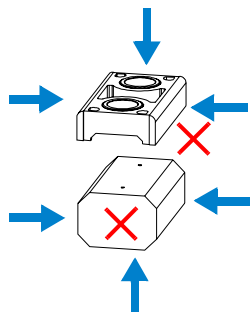

図 50 クォーツボディとセルシールアセンブリの正しい持ち方
- 6 図 50 は、クォーツボディとセルシールアセンブリの正しい持ち方を示しています。